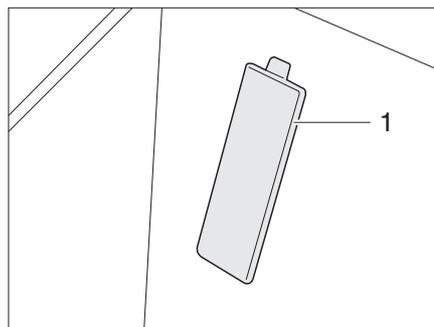

Bild 284 Abdeckung Fahrgestellnummer (Basisfahrzeug Fiat)
- ▷ Die Fahrgestellnummer befindet sich bei Fahrzeugen auf Fiat-Basis hinter einer Abdeckung (Bild 284,1) im Einstieg auf der Beifahrerseite.